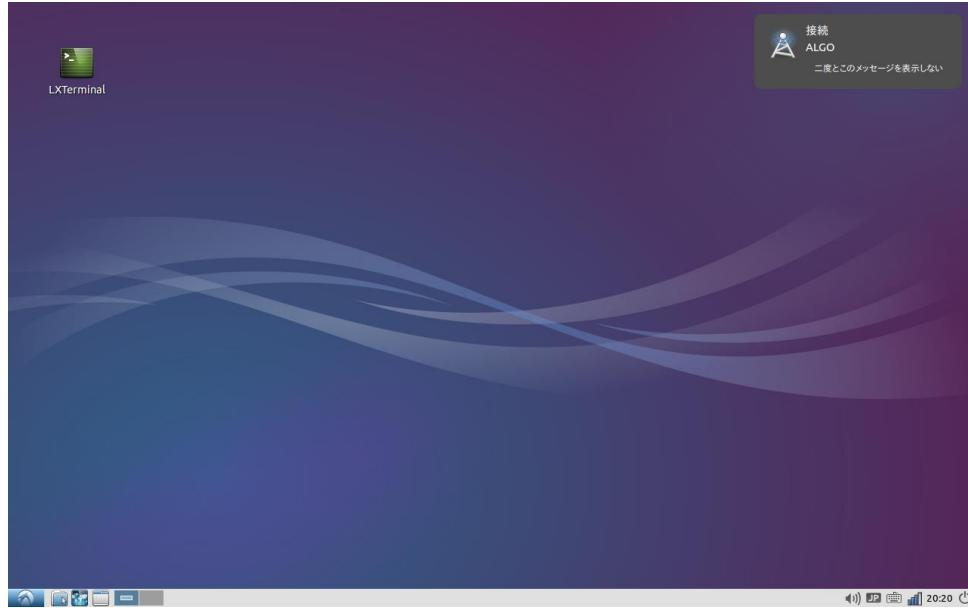

図2-4-3. 接続成功
③接続に成功すると、図2-4-3のよう、デスクトップ右下のネットワークアイコンが から に変化し、画面右上に接続成功の表示が現れます。(通信状況によってネットワークアイコンは変化します。)